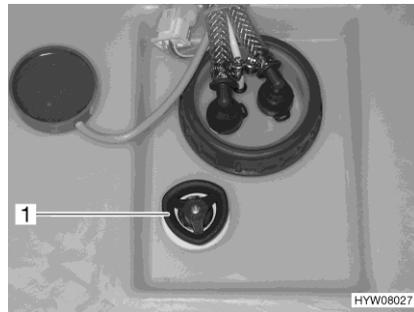

Fig. 141 Poignée tournante (réservoir d'eau)
- Faire tourner la poignée tournante (Fig. 141,1) située sur le réservoir d'eau dans le sens inverse des aiguilles d'une montre jusqu'au premier cran. L'eau s'écoule, env. 20 litres restent.
- Faire tourner à fond dans le sens des aiguilles d'une montre la poignée tournante (Fig. 141,1) située sur le réservoir d'eau.
- Faire tourner la poignée tournante (Fig. 141,1) du réservoir d'eau à fond dans le sens inverse des aiguilles d'une montre au-delà de la résistance pour ouvrir entièrement l'ouverture d'écoulement.